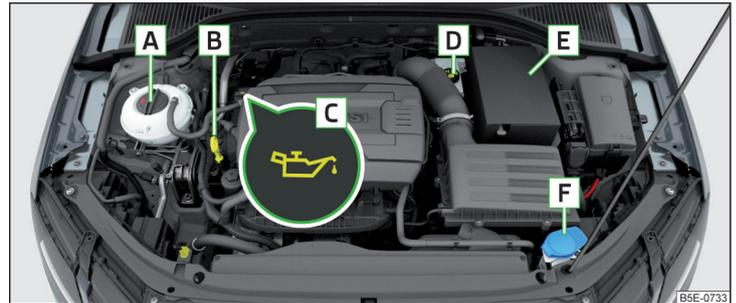

Abb. 308 Anordnungsbeispiel im Motorraum
- Den Deckel der Motoröleinfüllöffnung C abschrauben » Abb. 308 auf Seite 288.